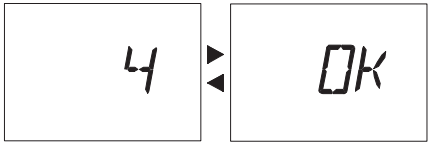

Рис. 23
- 4 Через 5 секунд после ввода желаемого значения **Типа газа** произойдет автоматическое сохранение настройки, после чего на ЖК-дисплее отобразится надпись **OK** (Рис. 23) в качестве подтверждения сохранения.